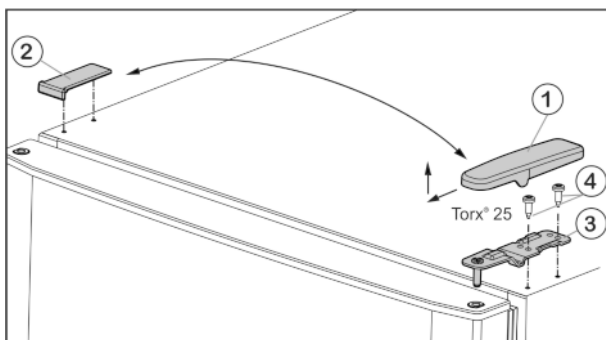
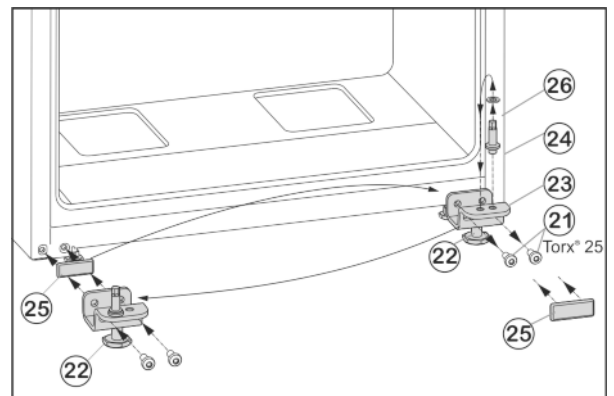

Fig. 5
Fig. 7
- ▶ Előre és felfele húzza le a fedelet Fig. 5 (1).
- ▶ Emelje le a fedelet Fig. 5 (2).
- ▶ Csavarozza le az Fig. 5 (3) felső csapágybakját (2 x Torx® 25, Fig. 5 (4)), és felfele húzza le.
- ▶ Tekerje le a rögzítőcsavarokat Fig. 7 (21).
- ▶ Vegye le a teljes alsó csapágybakot Fig. 7 (23) a csap-szeggel Fig. 7 (24), az alátéttel Fig. 7 (26) és a beállító lábbal Fig. 7 (22).
- ▶ Csavarozza le a teljes csapágybakot Fig. 7 (24) az alátéttel Fig. 7 (26), helyezze át a csapágybak túloldali felvő furatába, és csavarozza vissza.
- ▶ Óvatosan vegye le a fedőlemezt Fig. 7 (25), és helyezze át az ellenkező oldalra.
- ▶ A teljes alsó csapágybakot *Fig. 7 (23)* a csapszeggel *Fig. 7 (24)*, az alátéttel *Fig. 7 (26)* és a beállító lábbal *Fig. 7 (22)* a csuklópánt új oldalán **erősen (4 Nm-es nyomatékkal)** csavarozza vissza, adott esetben egy akkus csavarhúzó használatával.
- ▶ Az alsó ajtót felülről helyezze a csapszegre *Fig. 7 (24)*.
- ▶ A középső csapágybakot (13) 180°-kal elfordítva csavarozza be az alsó ajtóba rögzítőcsavarokkal (11) (2 db Torx® 25) **erősen (4 Nm-es nyomatékkal)** az új csuklópánt oldalára.
- ▶ Helyezze vissza a műanyag alátéteket (10).
- ▶ A felső ajtót helyezze a középső csapágybakra (13).
- ▶ A felső csapágybakot *Fig. 5 (3)* helyezze a csuklópánt új oldalán az ajtóba.
- ▶ A felső csapágybakot **erősen (4 Nm-es nyomatékkal)** csavarozza fel – (2 db Torx® 25) *Fig. 5 (4)*. Adott esetben használjon akkus csavarhúzót.
- ▶ A fedelet *Fig. 5 (1)* kívülről helyezze fel az ellenkező oldalra és pattintsa be.
- ▶ A fedelet *Fig. 5 (2)* mindig felülről helyezze fel az ellenkező oldalra és pattintsa be.
- ▶ Tekerje ki az állítólábat *Fig. 7 (22)* az alsó csapágybakból *Fig. 7 (23)*, míg hozzá nem ér a talajhoz.